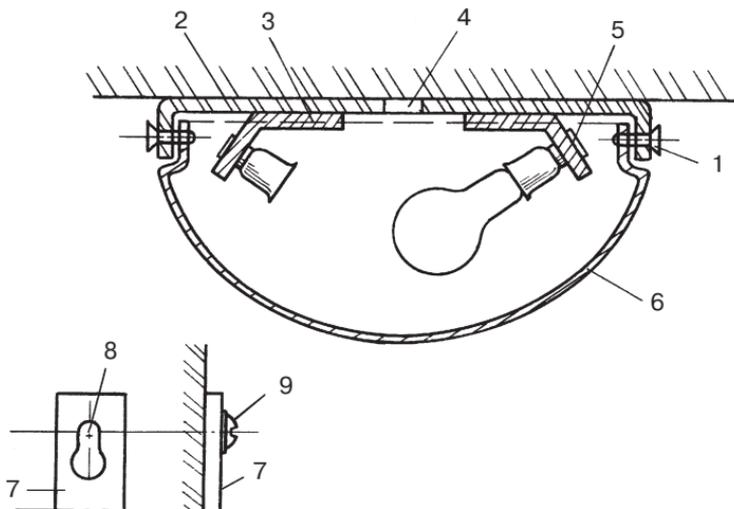

Рис. 61. Плафон: 1 — винты; 2 — корпус; 3 — скобы; 4 — отверстие; 5 — ниппели; 6 — абажур; 7 — основание светильника; 8 — отверстие; 9 — винт
*Плафон (рис. 61).* Этот тип светильника имеет два патрона, которые крепятся к скобам ниппелями. Скобы, в свою очередь, смонтированы на корпусе. Так же как и в предыдущем случае, провода подводят через специальное отверстие. Абажур крепится к корпусу тремя винтами.